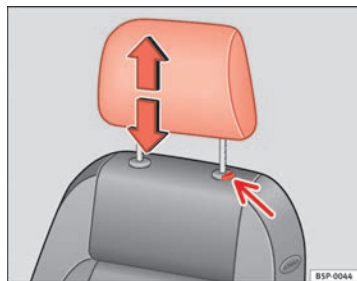

Fig. 67 Poggiatesta:
- Premere il tasto ⇒ fig. 67 (freccia).